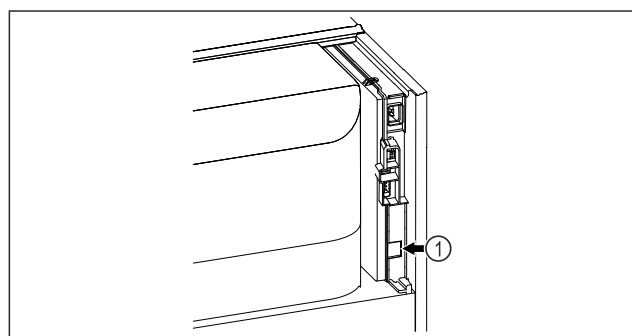

Fig. 183
- ☐ SmartModule Fig. 183 (1) se rabi.